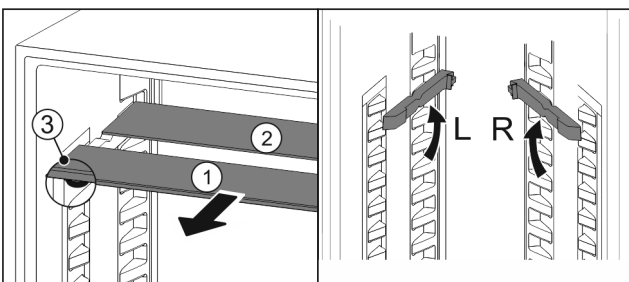

Fig. 21
- ▶ Glasplaten afzonderlijk vanaf de voorkant eruit trekken Fig. 21 (1).
- ▷ Glasplaat Fig. 21 (1) met sierlijst ligt voor.
- ▷ Stops Fig. 21 (3) zijn naar onder gericht.